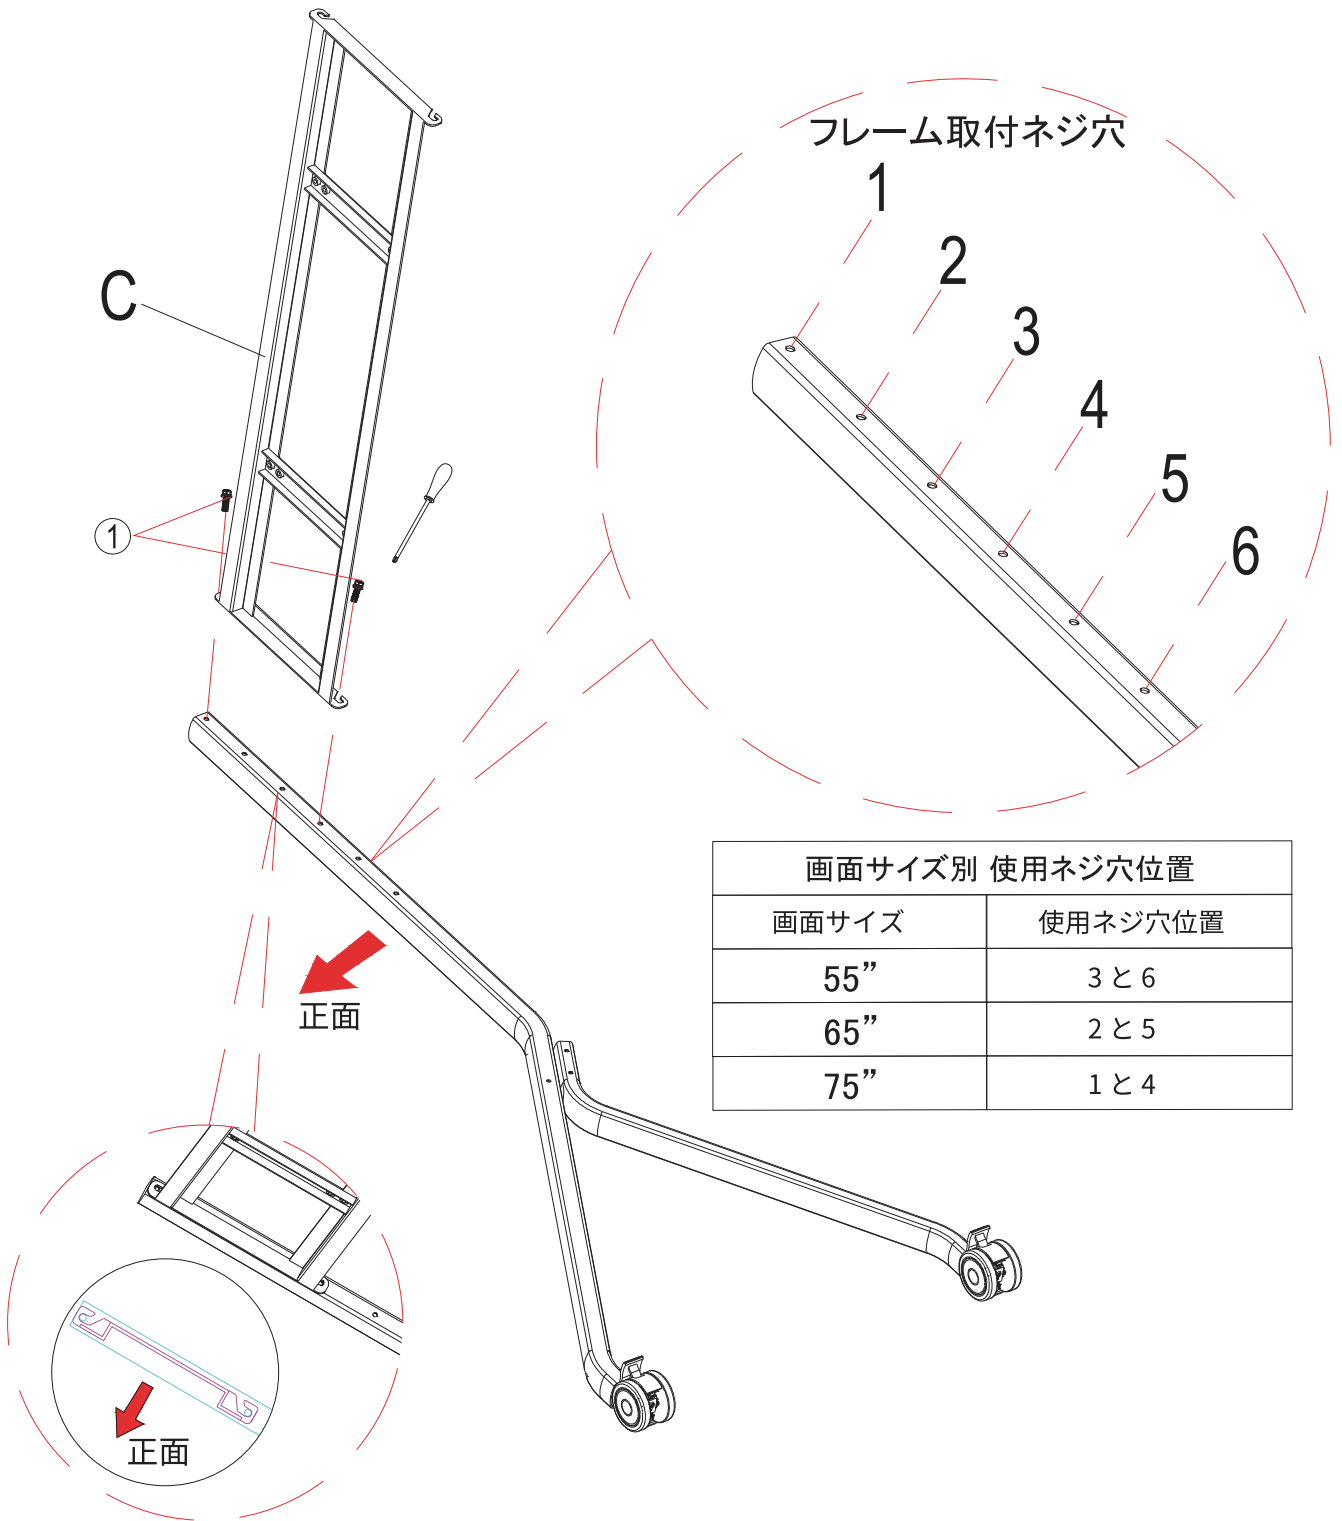

図2
Step2: センターフレームを片側の脚に取り付けます。(図2)